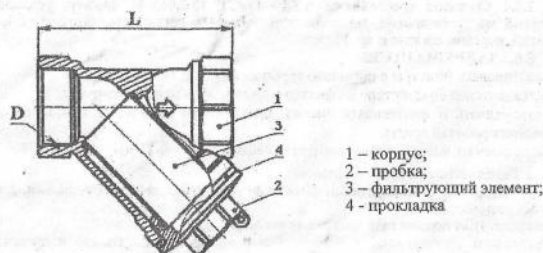

Рисунок 1 – Фильтр газовый пылеулавливающий (ГП)
1.3.1 Устройство и основные размеры фильтров приведены на рис.1.